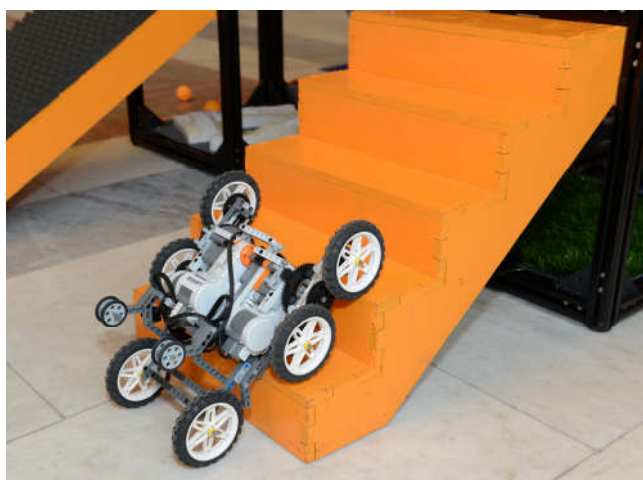

Рисунок 10 - «Лестница»
- 1.5.9. **Лестничный марш – высота ступени 75 мм, ширина ступени 90 мм.** (рисунок 10).